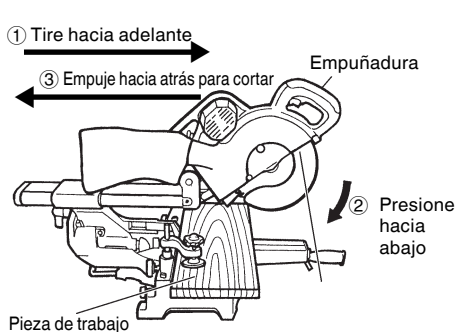

Fig. 28
Después presione hacia abajo la empuñadura y deslice la hoja de sierra hacia atrás para cortar la pieza de trabajo como se indica en la Fig. 28. Esto facilitará el corte de piezas de trabajo de hasta 3-11/32" (85mm) de altura y 12-9/32" (312mm) de anchura.
(2) Piezas de trabajo de hasta 3-9/16" (90mm) de altura y 11" (280mm) de anchura: Las piezas de trabajo de hasta 3-35/64" (90mm) de altura y 11" (280mm) de anchura podrán cortarse de la misma forma que la descrita en el párrafo 6-(1) anterior.
- ⚠ ADVERTENCIA:** * Para el corte deslizable, siga los procedimientos indicados en la Fig. 28 anterior.